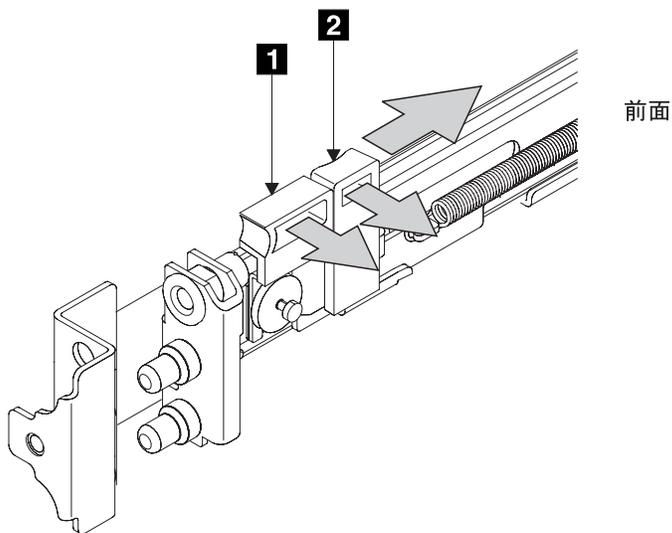

図 81. 前部ラッチ・ロック・キャリア・アセンブリーを開く
3. ラッチ・レバー **2** をレールの一番端の方向に移動させながら、ラッチ・ロック **1** (図 81) を軽く押してレールから離します。ラッチ・ロック・キャリア・アセンブリーが、ばねの強度でスライドします。